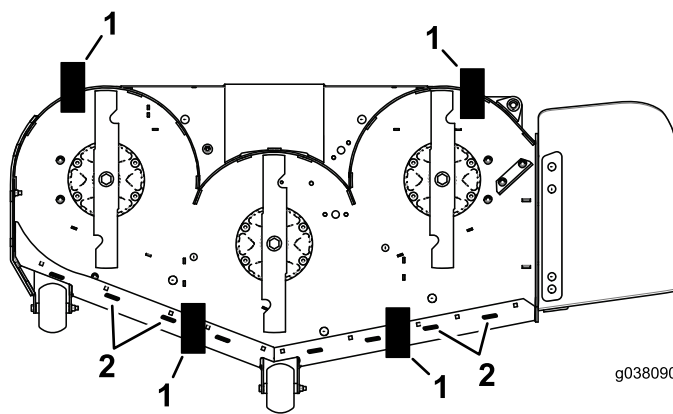

Bild 82
11. Legen Sie zwei Blöcke (siehe Blockhöhen- und Rechentabelle) unter die hintere Kante des Mähwerks, einen Block an jeder Seite des Mähwerks (**Bild 82**).